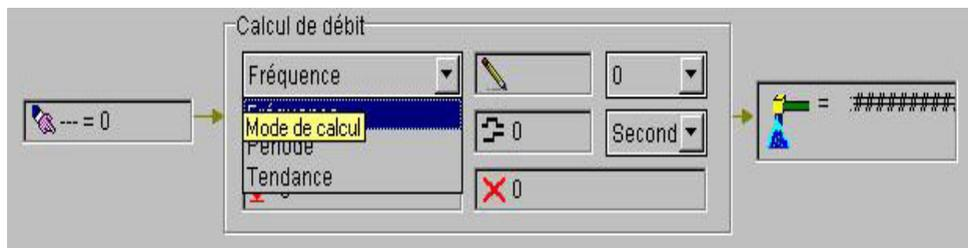

Figure 2.32 : Ressource Calcul de débit
I) Fréquence - (notre exemple figure 2.32) le débit se calcule à partir du comptage d'un nombre d'impulsions dans un temps donné. L'entrée de la fonction devra donc être une entrée T.O.R. ou une variable virtuelle.